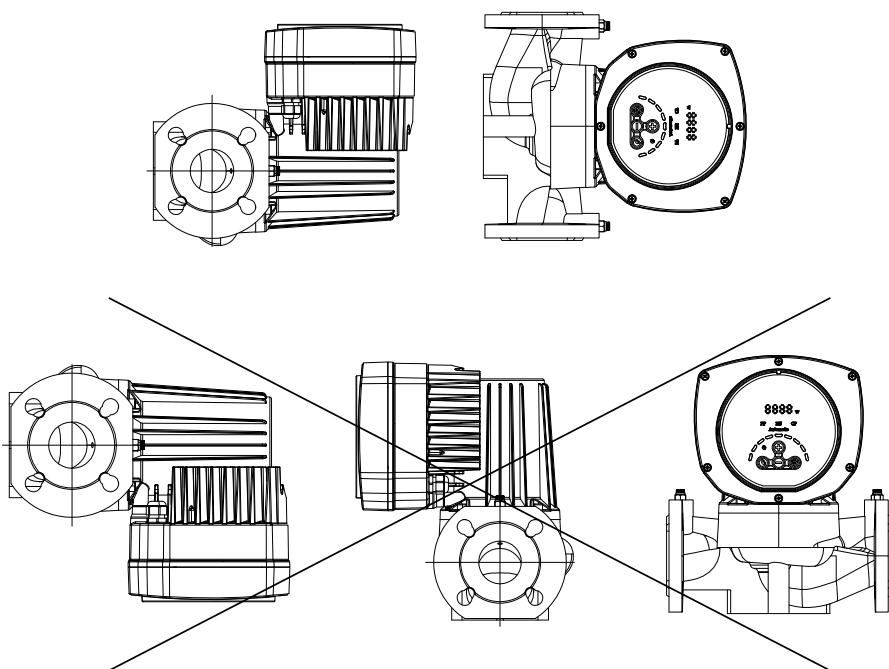

Рисунок 2. Допустимые положения насоса
- **вал двигателя насоса должен располагаться строго горизонтально (см. Рис. 2);**